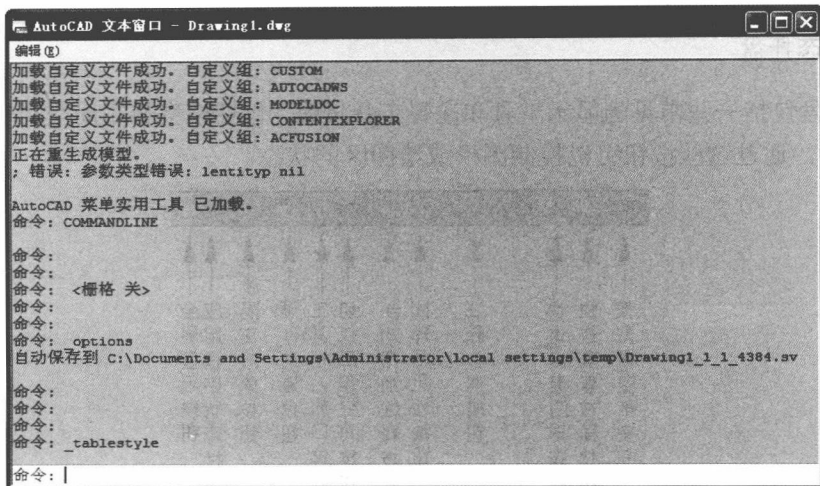

图 1-13 文本窗口
(1) 移动拆分条，可以扩大和缩小命令行窗口。
(2) 可以拖动命令行窗口，布置在绘图区的其他位置。默认情况下在图形区的下方。
(3) 对当前命令行窗口中输入的内容，可以按<F2>键用文本编辑的方法进行编辑，如图 1-13 所示。AutoCAD 文本窗口和命令行窗口相似，可以显示当前 AutoCAD 进程中命令的输入和执行过程。在执行 AutoCAD 某些命令时，会自动切换到文本窗口，列出有关信息。
(4) AutoCAD 通过命令行窗口，反馈各种信息，也包括出错信息，因此，用户要时刻关注在命令行窗口中出现的消息。